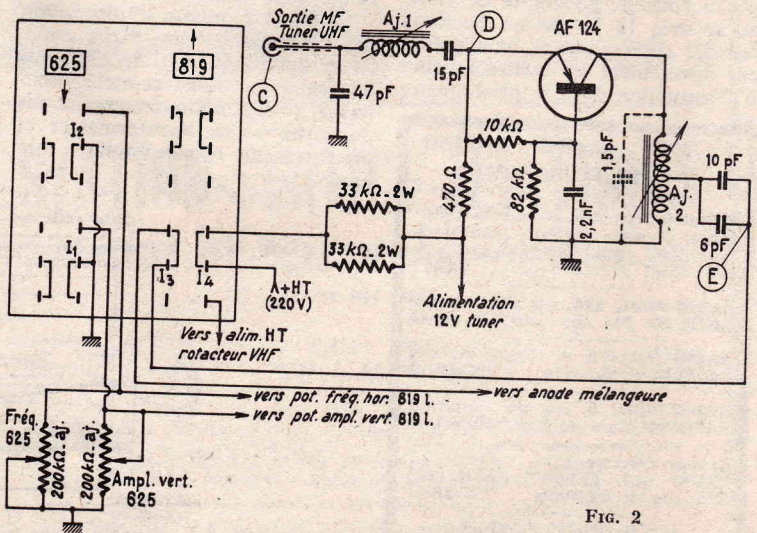

FIG. 2
Cet étage est représenté à la figure 2. On utilise ici un transistor AF 124 monté en base commune. Il est alimenté sous 10 à 12 V par réduction de la HT 220 V du téléviseur dans la cellule parallèle de deux résistances de 33 k Ω 2 W. La résistance d'émetteur est de 470 Ω . Celle de base est de 82 k Ω , découplée par un condensateur de 2,2 nF. Le signal issu du tuner et du primaire du filtre de bande incorporé à celui-ci, est transmis à l'émetteur de l'AF 124 après passage dans le secondaire du filtre, composé du condensateur 47 pF et de la self
1. Le problème consiste en injectant sur le point de mesure A du tuner U.H.F., une tension F.I. wobulée, à travers un condensateur de faible valeur (environ 0,5 pF), à observer la courbe sur le point E de la figure 2 et ce après détection.